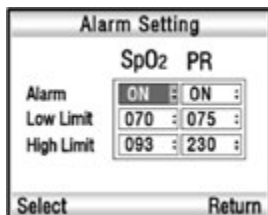

Рис. 6-2
В подменю установки тревоги (Alarm Setting), нажимайте кнопки «Верх/Вниз» для перемещения курсора к пункту Alarm (SpO_2) или Alarm(PR), затем нажмите кнопку «Выбрать (Select)» для выделения этого пункта подменю. Нажимая кнопки «Верх/Вниз» установите ВКЛ(ON) или ВЫКЛ(OFF) см Рис. 6-2. Затем повторно нажмите «Выбрать (Select)» для подтверждения и сохранения настроек. Если вы выключите тревогу SpO_2 и/или ЧП(PR) то значения пределов на кране будут со значком «Х».